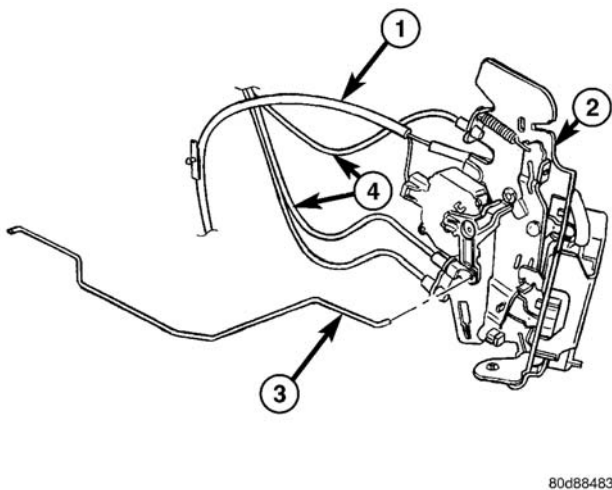

图 5 滑动车门锁门/锁总成的拆卸
- (1) 把锁闩/门锁锁止拉杆放置到开锁位置。
- (2) 将锁闩/门锁放置到车门上（图 5）。